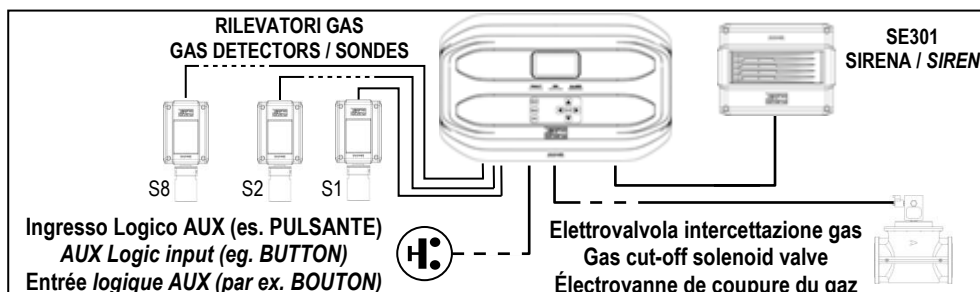

Fig.2 - Par ex. schéma d'installation avec des détecteurs de la série TS282
**POSITIONNEMENT:** La centrale se fixe en saillie murale, en utilisant 4 vis et chevilles (Ø6 mm) ou 3 vis M4 et boulons, si la paroi n'est pas maçonnée. La base se fixe au moyen des 4 trous positionnés: aux côtés de la base (Fig.2). Les raccordements électriques s'exécutent tous dans la base du coffret.